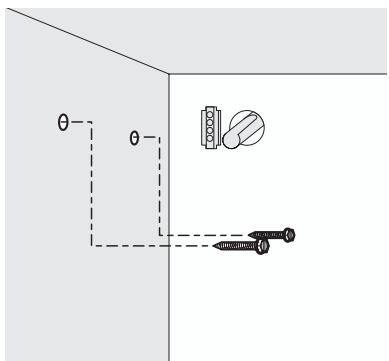

figura 8
12. Inserte 2 tornillos de montaje largos de la máquina de hielo en la pared del congelador en donde se quitaron los tapones en el paso 4. Gire cada tornillo en sentido de las manecillas del reloj 5 vueltas (figura 8).